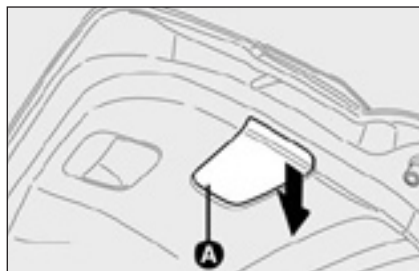

рис. 21
- ☐ снимите крышку **А-рис. 21** и отсоедините разъем **В-рис. 22**;